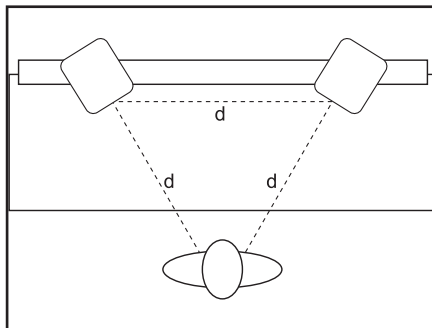

Abbildung 3
- *Nahfeldkonfiguration* – In einem Kontrollraum werden die Monitore häufig auf der Meter-Bridge oder in einer Nahfeld-Hörposition angeordnet. Die anfängliche Positionierung beginnt durch Ausmessen eines einfachen gleichseitigen Dreiecks, dessen Spitze sich in der Mitte der Hörposition als „Overlay“ für die Stereoinstallation befindet. Bei dieser Konfiguration werden der linke und der rechte Monitor unter einem Winkel von  $60^\circ$  in gleichem Abstand von der Hörposition aufgestellt (Abbildung 3).